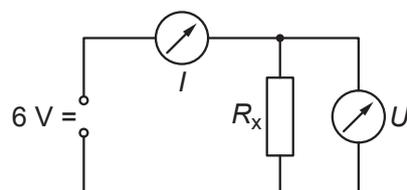

Abbildung E1.1: Stromkreis zur Messung des Stroms  $I$  und des Spannungsabfalls  $U$  am Widerstand  $R_x$ .
Es sollen einfache Stromkreise bestehend aus einer Spannungsquelle, einem oder zwei Widerständen  $R_1$  bzw.  $R_2$  und Messgeräten für Strom  $I$  und Spannung  $U$  aufgebaut werden (siehe Abbildung E1.1). Die Messwerte für  $U$  und  $I$  in Abhängigkeit  $R_x$  werden in tabellarischer Form (siehe Tabelle E1.1) im Protokoll notiert.
- Bestimmen Sie den Widerstand der in Serie (Reihe) geschalteten Widerstände  $R_1$  und  $R_2$  (siehe Abbildung E1.2A). Dazu wird in der Schaltung aus Abbildung E1.1  $R_x$  durch die in E1.2A abgebildete Reihenschaltung von  $R_1$  und  $R_2$  ersetzt. Bestimmen Sie zusätzlich die Spannungsabfälle  $U_1$  und  $U_2$  an den Einzelwiderständen und vergleichen Sie die Summe der Werte mit der Gesamtspannung  $U$ .
- Bestimmen Sie den Widerstand der parallel geschalteten Widerstände  $R_1$  und  $R_2$  (siehe Abbildung E1.2B). Dazu wird in der Schaltung aus Abbildung E1.1  $R_x$  durch die in E1.2B abgebildete Parallelschaltung von  $R_1$  und  $R_2$  ersetzt.
- Der Aufbau nach Abbildung E1.1 zeigt eine spannungsrichtige Messung. Das heißt, der Spannungsabfall am Widerstand wird unverfälscht gemessen. Bei der Strommessung in dieser Schaltung ist dies jedoch nicht der Fall. Überlegen Sie anhand der Kirchhoffschen Knotenregel, warum die Strommessung verfälscht ist. Wie würde die Schaltung für eine stromrichtige Messung aussehen?
- Im Aufbau nach Abbildung E1.1 sei  $R_1 = 100\Omega$  und der Innenwiderstand des Spannungsmessgeräts  $R_i = 1M\Omega$ . Die Spannungsquelle liefere konstant 6V.